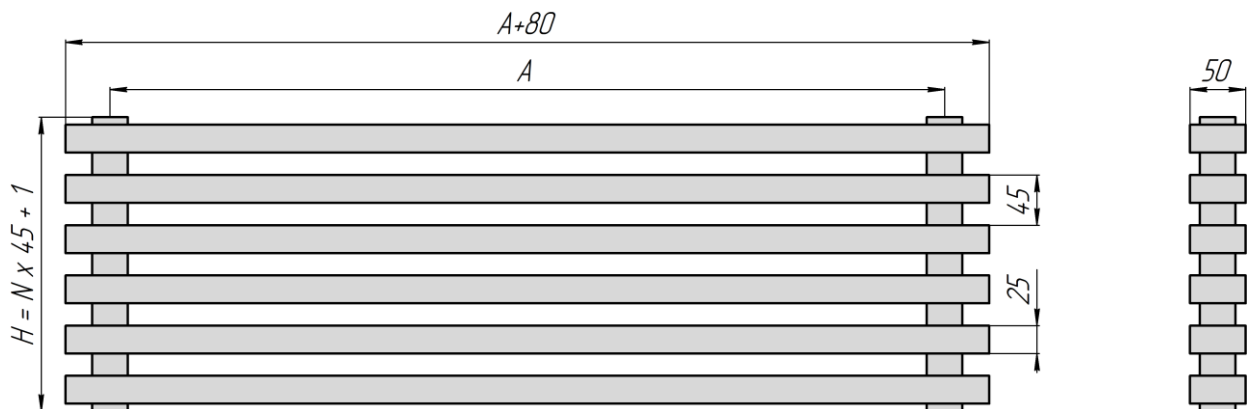

Рис. 1                      А – межцентровый (монтажный) размер, N – количество секций.
2.1. Основные размеры и параметры радиаторов приведены на рис.1 и в таблице.